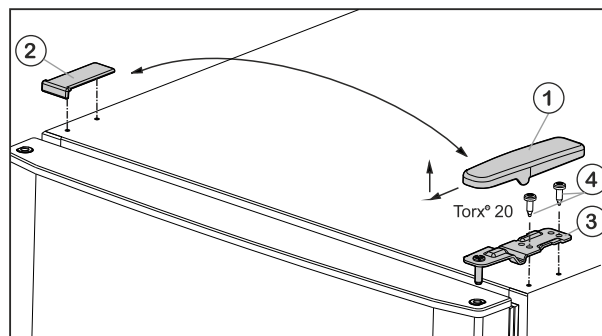

Fig. 5
- ▶ Traukdami į priekį ir į viršų, nuimkite apatinę dengiamąją plokštelę Fig. 5 (1).
- ▶ Nukelkite dengiamąją plokštelę Fig. 5 (2).
- ▶ Nusukite viršutinį guolio spyrį Fig. 5 (3) (2 kartus Torx® 20 Fig. 5 (4) ir, traukdami į viršų, išimkite).
- ▶ Viršutines duris uždėkite ant vidurinės atraminės gembės (13).
- ▶ Viršutinę atraminę gembę Fig. 5 (3) įstatykite į duris kitoje lankstų pusėje.
- ▶ **Tvirtai (4 Nm)** priveržkite viršutinį guolio spyrį (2 x Torx® 20) Fig. 5 (4). Prireikus naudokite akumuliatorinį atsuktuvą.
- ▶ Dengiamąją plokštelę Fig. 5 (1) uždėkite iš išorės priešingoje pusėje ir užfiksuokite.
- ▶ Dengiamąją plokštelę Fig. 5 (2) atitinkamai uždėkite iš viršaus priešingoje pusėje ir užfiksuokite.